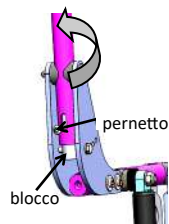

fig. 22: Montante schienale
- Montanti schienale: inserimento/disinserimento (fig. 22)